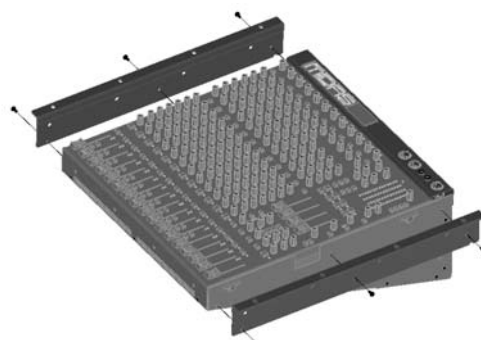

fig. 7
9. Enfin fixez les cornières à l'aide des vis fournies avec le kit de montage en rack (fig. 7) au moyen du tournevis cruciforme de type Ph2.